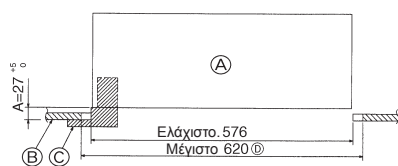

Fig. 5-2
5.2. Προετοιμασία για την τοποθέτηση της περσίδας (Fig. 5-2)